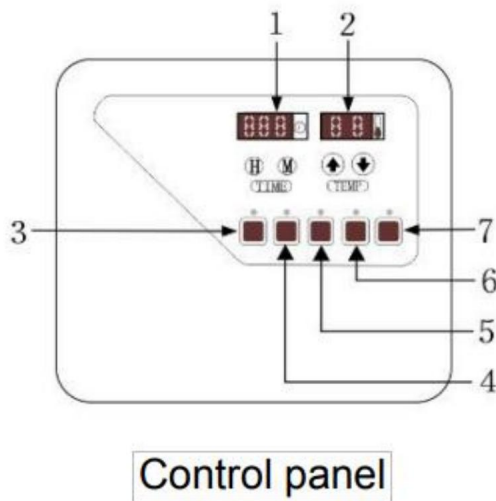

Fig3
2. Fixez le circuit imprimé au mur avec un boulon directement sur le poêle du sauna. Vérifiez le schéma pour distance minimale (voir fig3).